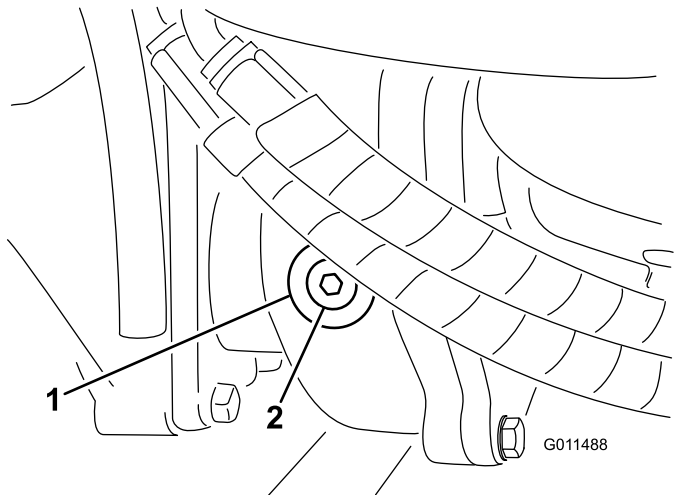

Bild 81
- Entfernen Sie die Prüf-/Füllschraube an der linken Getriebeseite und stellen sicher, dass das Öl die Unterseite des Lochs erreicht (**Bild 81**).